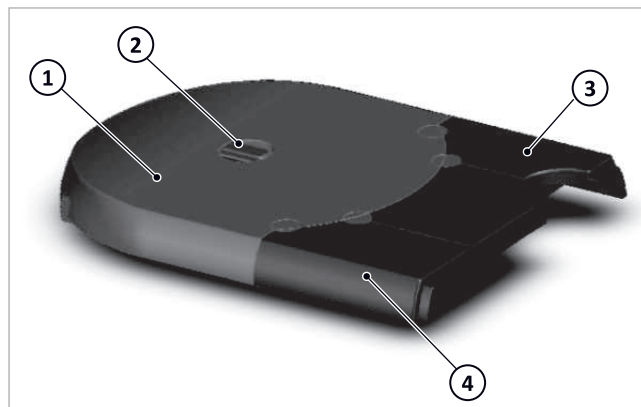
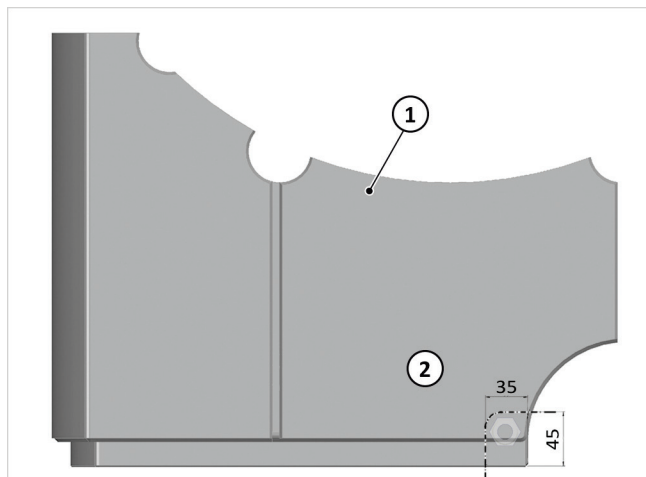

Abb. 123: Obere Isolierung SolvisBen
Abb. 127: Ggf. Durchtritt Gasleitung freischneiden
- Die oberen Isolierungen der WWS → Abb. 123 (4) und HKS → Abb. 123 (3) nach oben abziehen.
- Die Behälterisolierung → Abb. 123 (1) nehmen und mit einem scharfen Messer vorsichtig die vier angeschäumten Stopfen der WWS (5) entlang den eingepprägten Nuten (6) abtrennen.
- Nur bei integrierter HKS:** Die Stopfen für die HKS (7) entlang der Nuten (8) abtrennen.
4. Die obere Behälterisolierung → Abb. 123 (1) auf den Behälter aufsetzen.
- seitlich links und rechts (1)
- mittig hinten (2)
- mittig vorne (3)
6. Obere Isolierung der HKS → Abb. 123 (3) aufsetzen.
7. Bei Verlegung der Gasleitung nach oben, die obere Isolierung der WWS (1, siehe auch → Abb. 123 (4)) vor dem Aufsetzen gemäß → Abb. 127 (bzw. beiliegende Schablone) freischneiden.
1. Die zusammengesetzte obere Isolierung → Abb. 123 (1+2+3+4) komplett auf den Behälter aufsetzen.
- mittig vorne (3).